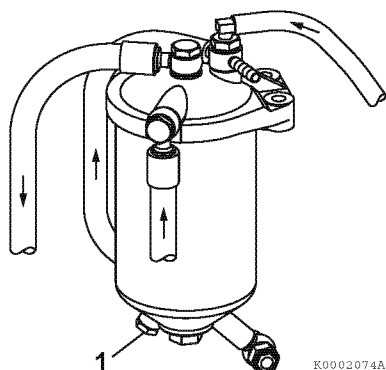

Figura 3
2. Desaperte a válvula de drenagem (1, **Figura 3**). Drene qualquer água ou sujeira que esteja lá dentro. Eliminar a água e a sujeira recolhidas, da forma adequada.